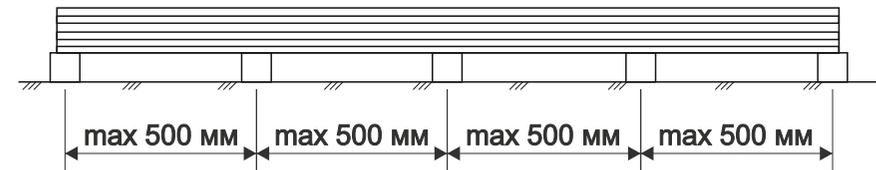

Рис. 1. Расстояние между поддерживающими опорами при складировании и транспортировке террасной доски
- При складировании и транспортировке, между опорами нужно соблюдать расстояние не более 500 мм. (рис. 1).
- Если ровной поверхности для складирования нет, то доску допускается хранить на опорах, расстояние между которыми не должно превышать 500 мм. (рис. 1).